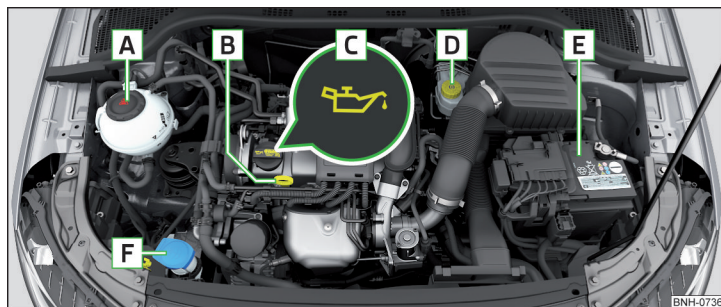

Fig. 225 Ejemplo de orden en el vano motor
- Desenrosque el tapón de la boca de llenado de aceite de motor **C** » fig. 225 de la pág. 205.